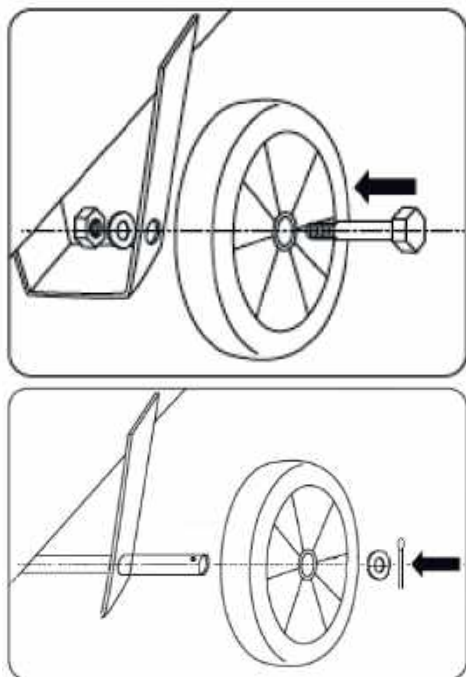
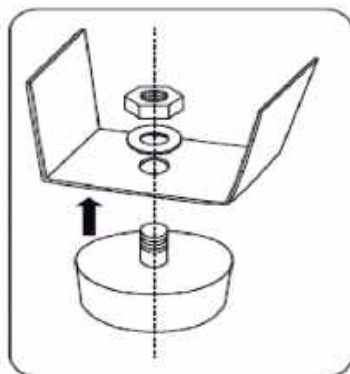

Рис. 2
Рис. 3
3. Установите на компрессор транспортировочные колеса (для моделей NAC1200/9-PRO, NAC1500/24-PRO, NAC2200/50-PRO) (рис. 2) и опорные ножки (кроме NAC4000/100-PRO) (рис. 3).